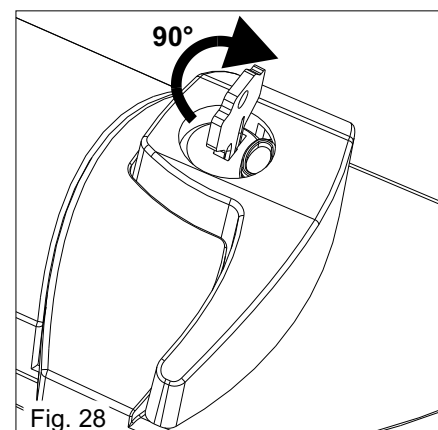

Fig. 28
- 2) Insérer la clef et la tourner de 90° dans le sens des aiguilles d'une montre (fig.28);